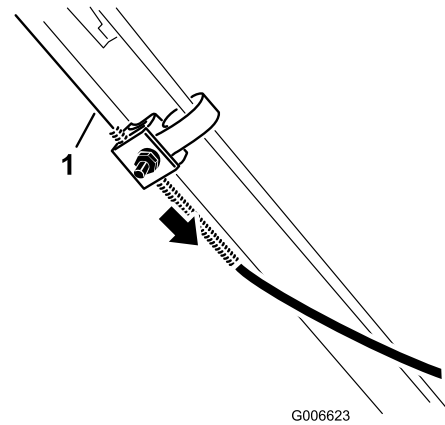

Figura 28
3. Tire hacia abajo de la cubierta del cable hasta eliminar la holgura en el cable expuesto (Figura 28).